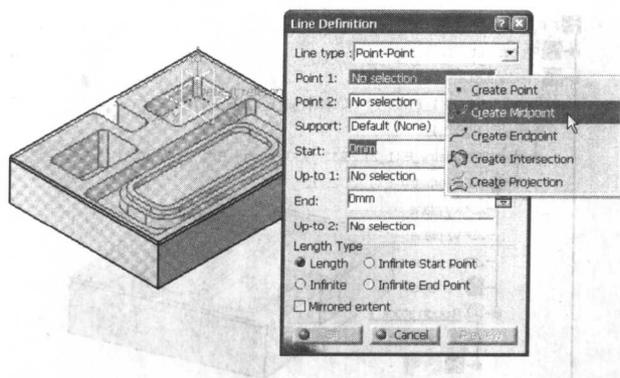
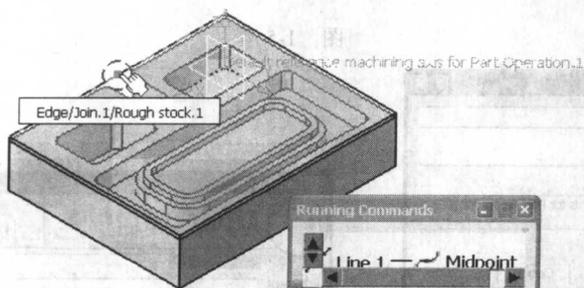
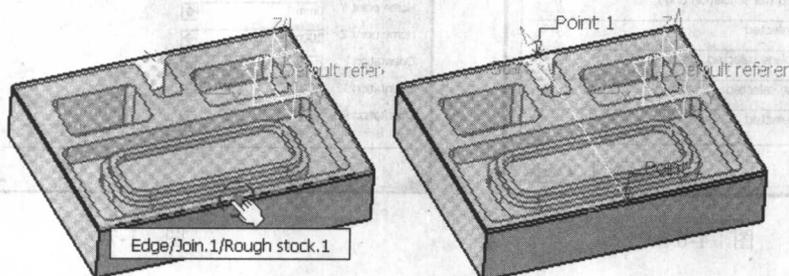
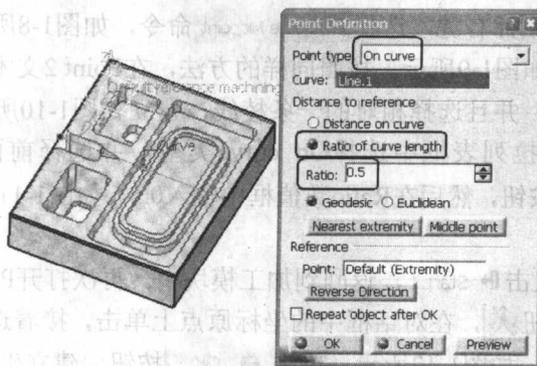

图 1-8
图 1-9
图 1-10
图 1-11
(6) 下面在毛坯零件的上表面中心建立一个点作为加工坐标系的原点。在辅助几何结点中双击 **PartBody** 结点，这样就进入零件设计模块。在工具栏中单击“直线”功能按钮 ，在Point 1文本框中单击鼠标右键，选择 **Create Midpoint** 命令，如图1-8所示。接着选择毛坯零件上表面的一条棱线，如图1-9所示。按照同样的方法，在Point 2文本框中单击鼠标右键，选择 **Create Midpoint** 命令，并且选择相对的一条棱线，建立如图1-10所示的直线。调用点功能 ，在Point type下拉列表框中选择 **On curve** 类型，并选择前面建立的直线，选中 **Ratio of curve length** 单选按钮，然后在Ratio数值框中输入0.5，如图1-11所示。单击 **OK** 按钮，建立直线的中点。